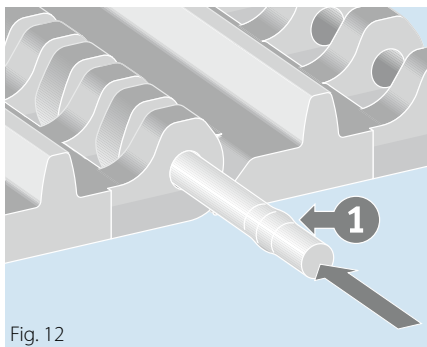

Fig. 12
Tagliare a misura il perno di giunzione (Fig. 12) e premerlo completamente negli occhielli della cerniera. Una bombatura (1) all'estremità del perno favorisce il fissaggio e riduce il gioco laterale del relativo lato del nastro. Perché tale effetto non si accumuli, inserire perni di giunzione alternando destra e sinistra.